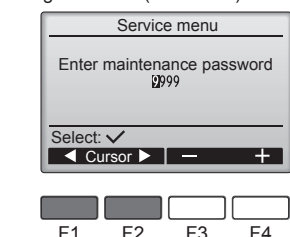

Fig. 6-2
① Vælg "Service" i Main menu (Hovedmenu), og tryk på [✓]-knappen.
② Når servicemenuen er valgt, vises et vindue, hvor der anmodes om adgangskoden. (Fig. 6-2)